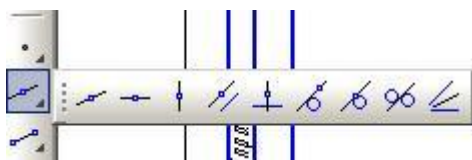

Рисунок 2 – Команда «Вспомогательная прямая»
- «Вспомогательная прямая» и кнопок, находящихся на панели расширенных команд этой кнопки: «Горизонтальная прямая», «Вертикальная прямая», «Параллельная прямая», «Перпендикулярная прямая», «Прямая, касательная к 2-м кривым» - см. рисунок 2.